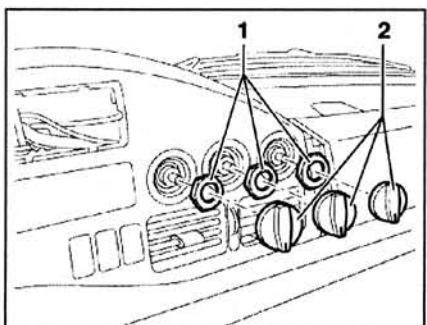

Рис. 8.15. Отсоедините ручки регуляторов **2** и открутите гайки **1**.
4. Отсоедините ручки регуляторов **2**, открутите гайки **1** (рис. 8.15). Откройте крышку перчаточного ящика.